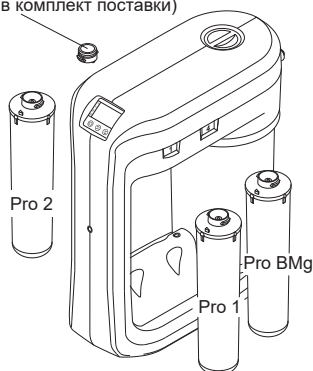

Рис. 10
- Установите модули, как показано на рис. 10 и в соответствии с маркировкой коллекторов.